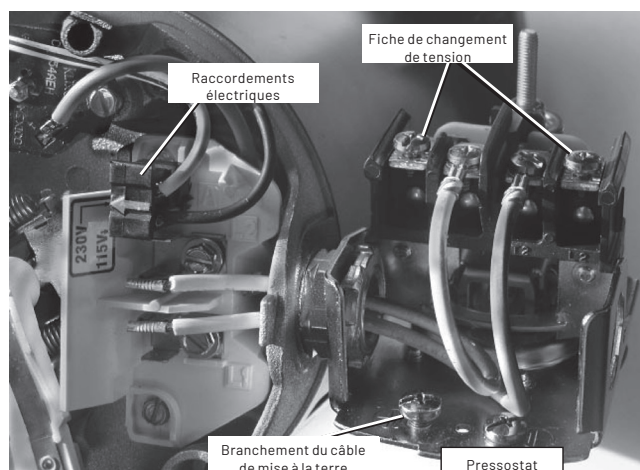

Figure 8 : Tension réglée à 230 volts, type de fiche
4. Fixez les fils d'alimentation entrants aux deux vis extérieures du pressostat comme illustré à la figure 8.
5. Fixez le fil de mise à la terre à l'un des raccords de mise à la terre, comme illustré à la figure 8.